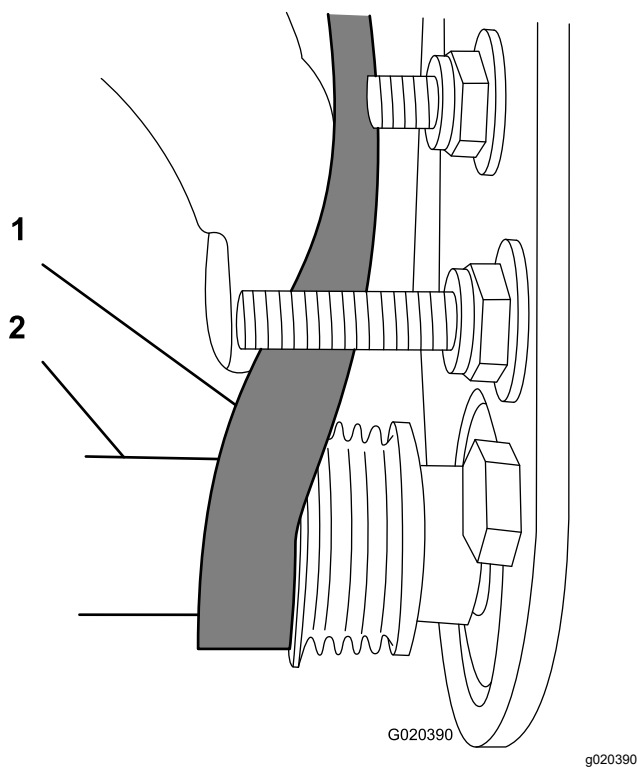

图 26
- C. 使用深套管9/16 英寸旋转滚筒刷组件并把皮带引入从动皮带轮图 26。